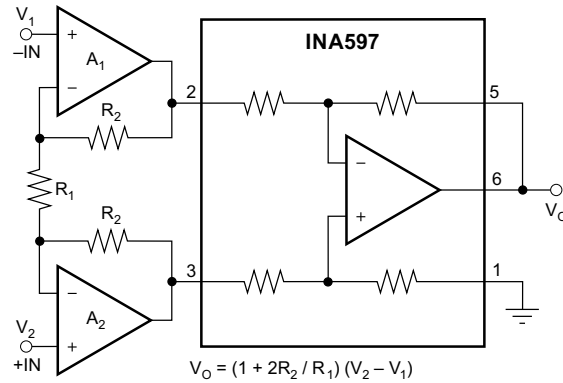
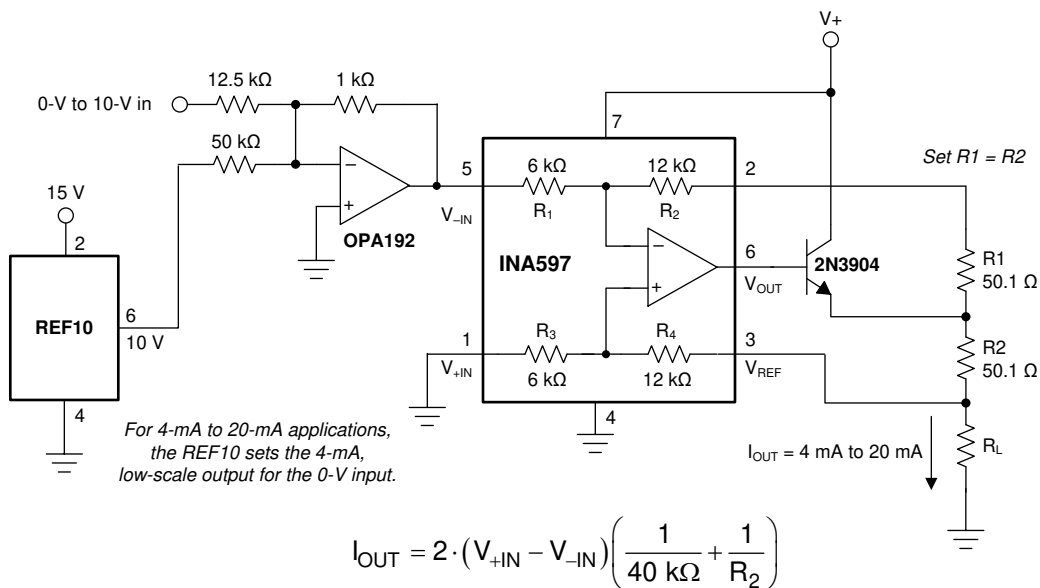

图 9-5. 精密仪表放大器
图 9-9. 精密电压至电流转换
INA597 能够测量超出电源轨的电压。对于 $G = \frac{1}{2}$ 和 $G = 2$ 差分放大器配置，请参阅 节 7 中的输入电压范围以了解详细信息。INA597 可通过多种方式进行配置；请参阅 图 9-5 至 图 9-9。此类配置依赖于内部匹配的电阻器；因此，所有此类配置都具有出色的增益精度和增益漂移。
INA597 可与运算放大器相结合，形成一个具有特殊运行特性的完整仪表放大器 (IA)，如图 9-5 所示。